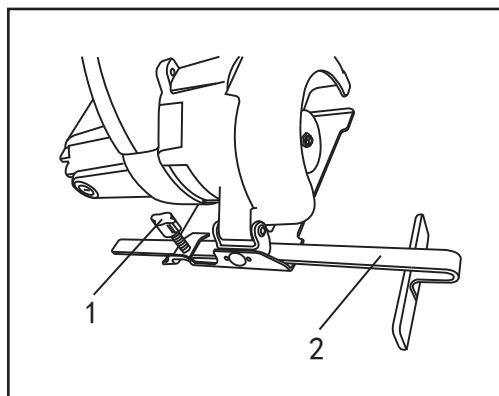

图 3
平行导尺组立(图3)
1. 松开导尺固定螺栓(1)，将导尺(2)插入固定螺栓下方的孔洞后，锁紧导尺固定螺丝(1)，如图3所示。
1. 当切削固定宽度的材料时，可先将导尺固定螺栓松开，调整导尺至所需的宽度尺寸后，再将导尺固定螺栓锁紧，如图3所示。